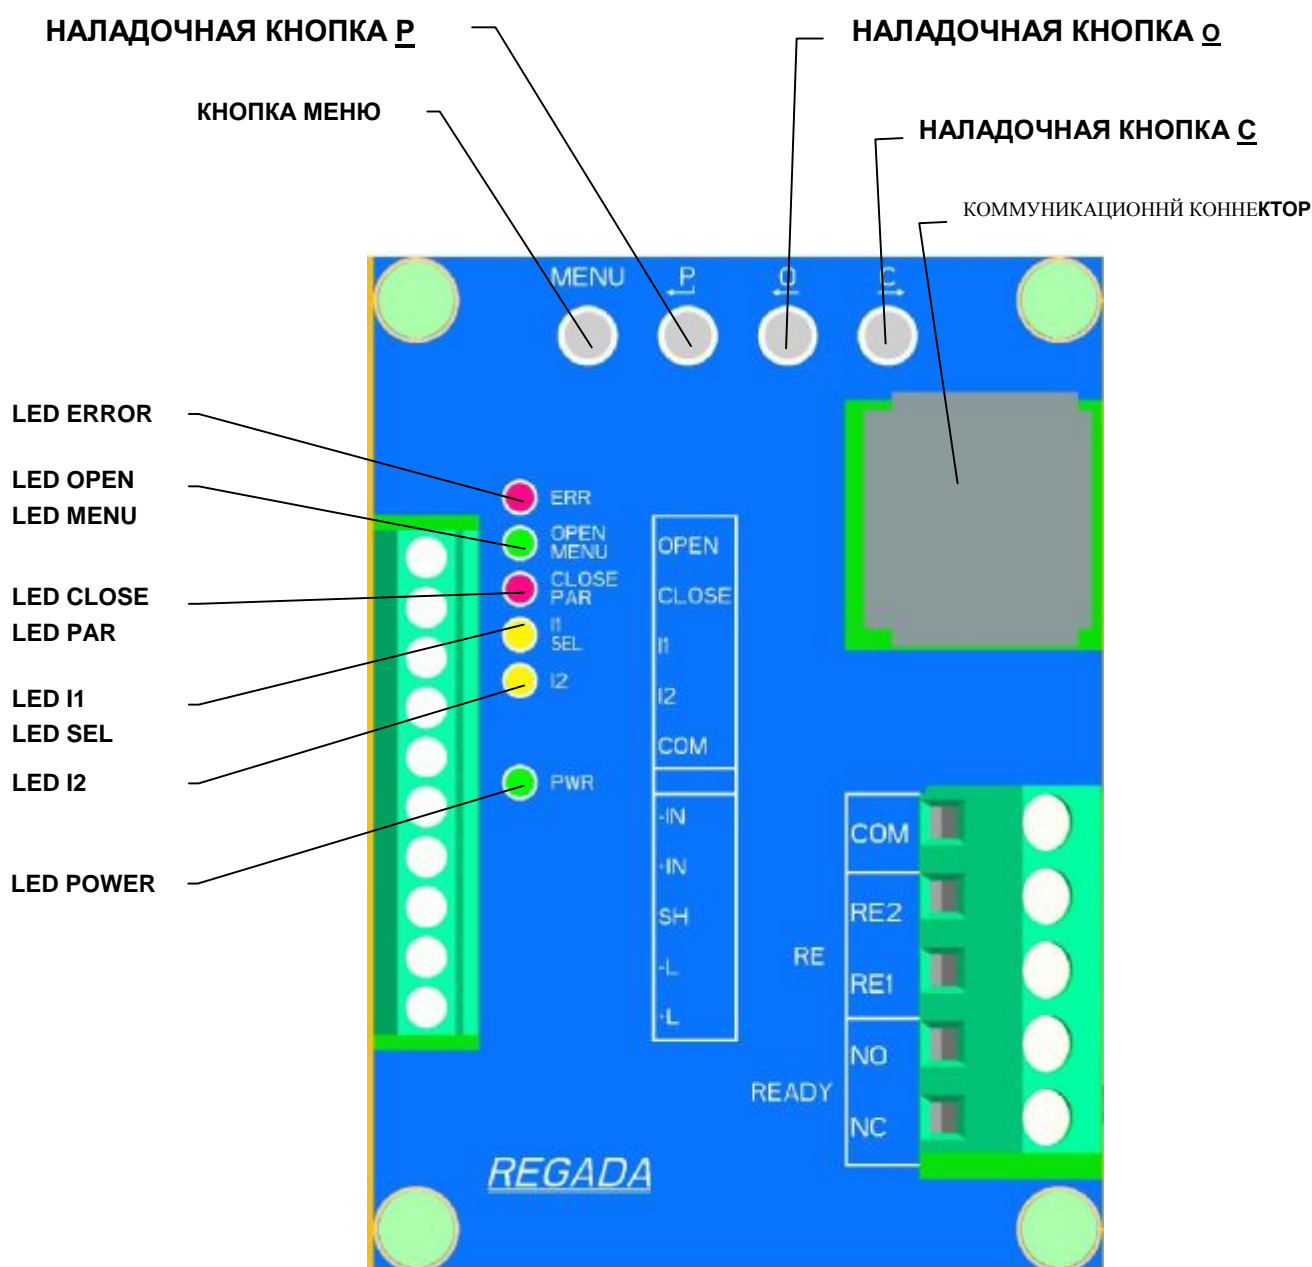

Рис. 6
Настройка осуществляется на механически и электрически присоединенном ЭП. Данная глава описывает настройку ЭП на параметры, которые заказчику позволяет программная оснастка. Размещение элементов настройки доски управления указано на **Рис.6** и **Рис.6а**.
- через кнопки блока управления (**Рис.6** и **Рис.6а.**)
- 6 сигнальными диодами (LED диоды) по **Рис. 6** и **Рис.6а**.
Рис. 6а